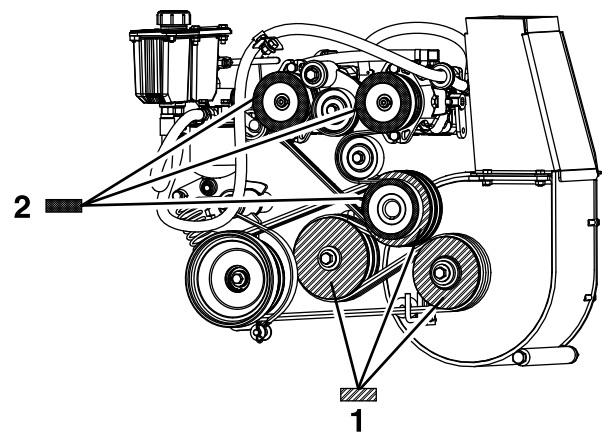

Figure 60
8. En vous servant de la poulie de ventilateur comme base de mesure, déplacez le moteur et l'arbre intermédiaire jusqu'à ce que la surface arrière des 3 poulies soit alignée à 0,8 à 1,6 mm (1/32 à 1/16 po) près (Figure 60).
- Utilisez une règle pour aligner chaque poulie de pompe sur la poulie du moteur, en la faisant glisser sur l'arbre d'entraînement de la pompe (Figure 60).